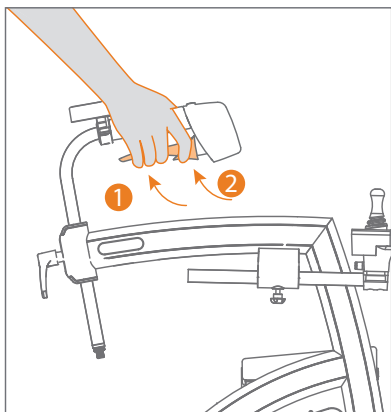

Figure 57: Appliquez les freins de stationnement.
1. Déplacez les deux leviers à l'arrière du rollator vers l'avant (**Figure 57**).